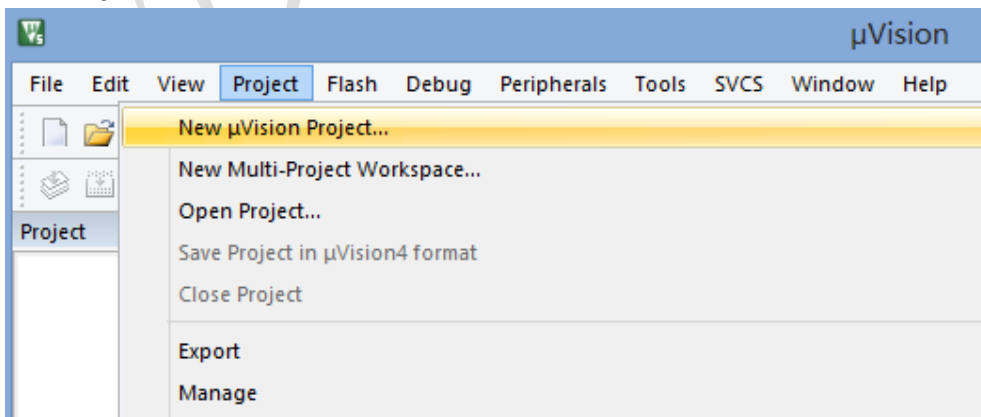

图 2-5 新建工程
(1) 双击桌面  打开 Keil5 软件,等 Keil5 软件完全启动后,选择 Project→New μ Vision Project 菜单项,操作界面如图 2-5 所示。